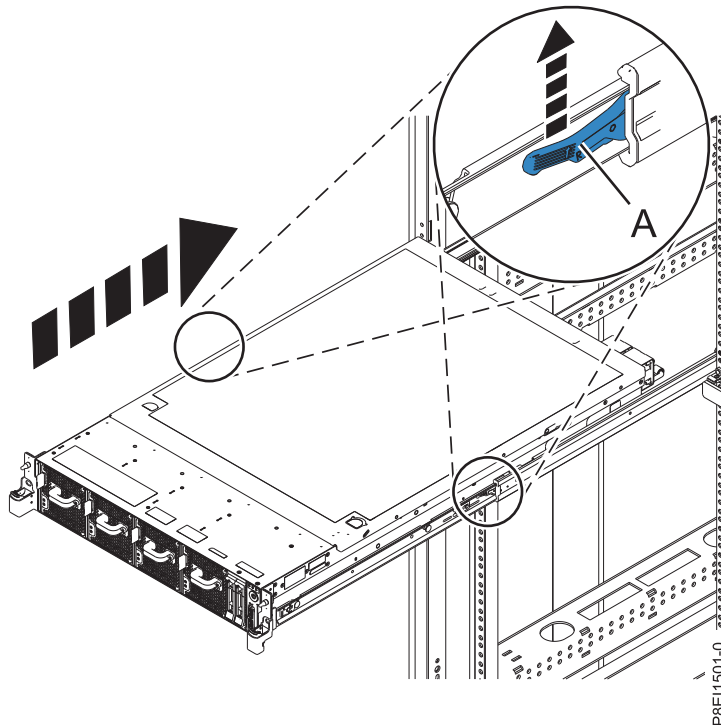

図 43. システムの操作位置への設置
1. 青色のレール安全ラッチ (A) を上方に持ち上げて、アンロックします。
2. システム装置の位置を合わせてレールに載せ、両方のリリース・ラッチが所定の位置にロックされるまでラック内でシステム装置を後方に押し込みます。図 43 を参照してください。